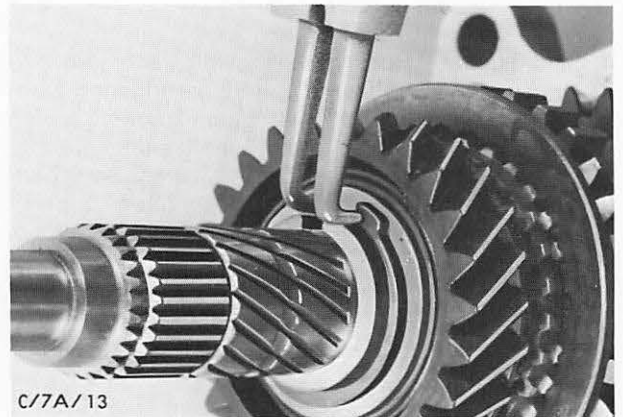

Abb. 71 Sicherungsring von Zahnrad 2. Gang entfernen
1. Das Zahnrad (2. Gang) kann nach Entfernen des Sprenglings und der Anlaufscheibe von der Hauptwelle abgezogen werden. Abb. 71.